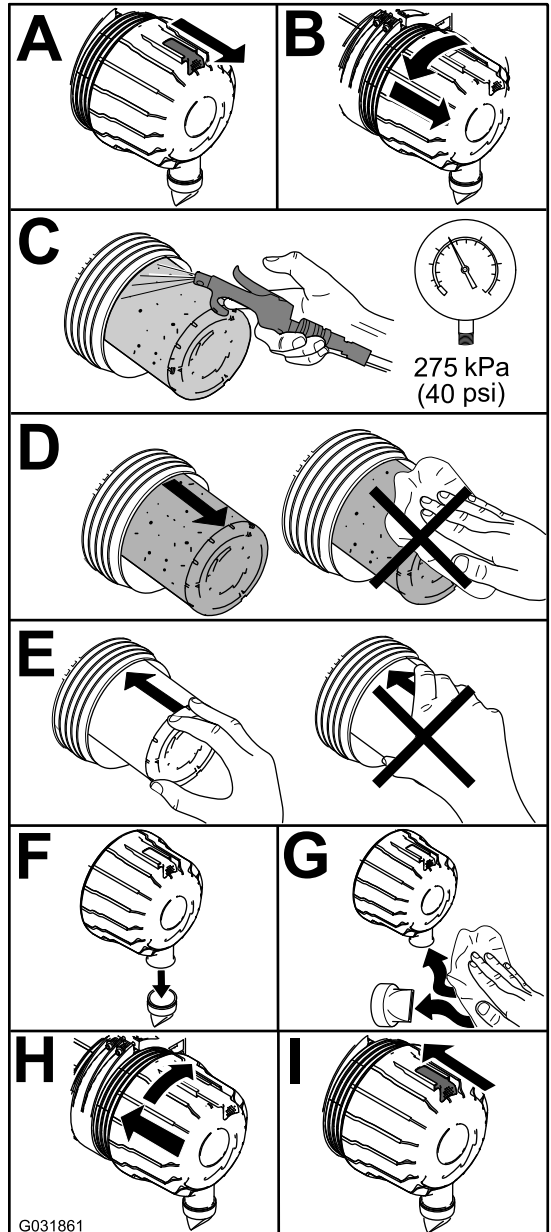

Figura 42
1. Cambie el limpiador de aire (Figura 42).